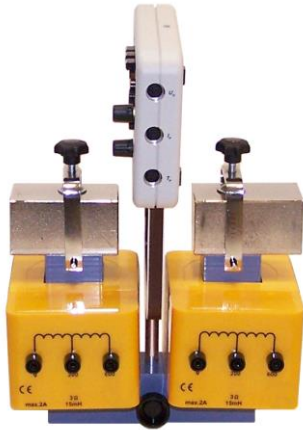

Fig. 6 Appareil de base branché sur le support en U
- Brancher l'appareil de base avec le circuit imprimé sur le support en U. S'assurer que le circuit imprimé soit parallèle au noyau en U, le cas échéant, tourner légèrement le support en U (cf. fig. 6).